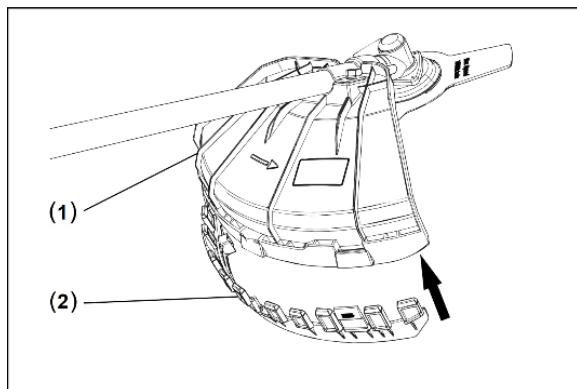

Рисунок 6. Схема встановлення захисного кожуха на «штангу».
2. Для роботи головою з жилкою встановити на захисний кожух додатковий кожух із ножем обмеження довжини жилки та закріпити (рис. 6).